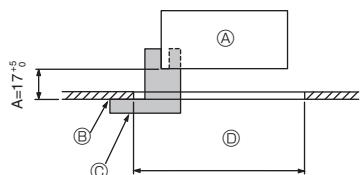
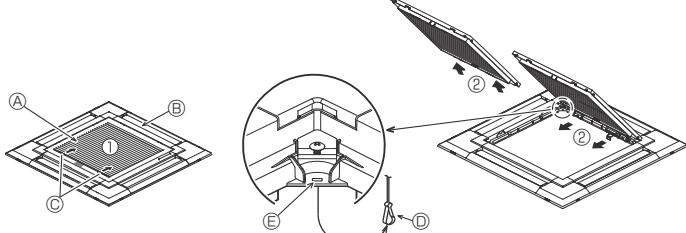
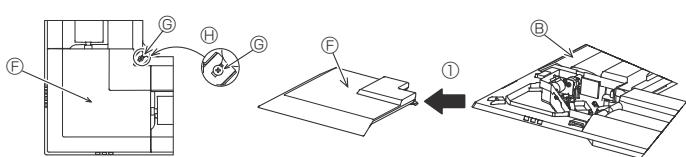

Fig. 9-2
Fig. 9-3
Fig. 9-4
① Grille	1	950 x 950 (mm)
② Modello per l'installazione	1	(Diviso in 4 parti)
③ Vite (4 x 16)	1	Per PLP-6EAE, PLP-6EALE, PLP-6EALME2
④ Pannello angolare i-see sensor	1	Per PLP-6EAE, PLP-6EALE, PLP-6EALME2
⑤ Telecomando senza fili	1	Per PLP-6EALM2, PLP-6EALME2
⑥ Supporto del telecomando	1	Incluso se è in dotazione il telecomando wireless.*
⑦ Batterie AA LR6	2	Incluso se è in dotazione il telecomando wireless.*
⑧ Viti autofilettanti da 3,5 x 16	2	Incluso se è in dotazione il telecomando wireless.*
9.2. Preparazione dell'attacco della griglia (Fig. 9-2)
- Utilizzando il modello ② fornito con questo kit, regolare e controllare la posizione dell'unità principale rispetto alla superficie del soffitto. Se l'unità principale non è posizionata correttamente rispetto alla superficie del soffitto, potrebbero derivarne perdite d'aria o la formazione di condensa.
- Ⓒ Modello per l'installazione ② (inserito nell'unità principale)
9.2.1. Rimozione della griglia di ingresso (Fig. 9-3)
- Far scorrere le leve nella direzione indicata dalla freccia ① per aprire la griglia di ingresso stessa.
- Con la griglia di ingresso in posizione "aperta", rimuovere la cerniera della griglia stessa, come indicato dalla freccia ②.
9.2.2. Rimozione del pannello angolare (Fig. 9-4)
- Allentare le 4 viti nell'angolo. Far scorrere il pannello angolare nella direzione della freccia ① in figura e rimuovere il pannello.
[Fig. 9-3] [Fig. 9-4]